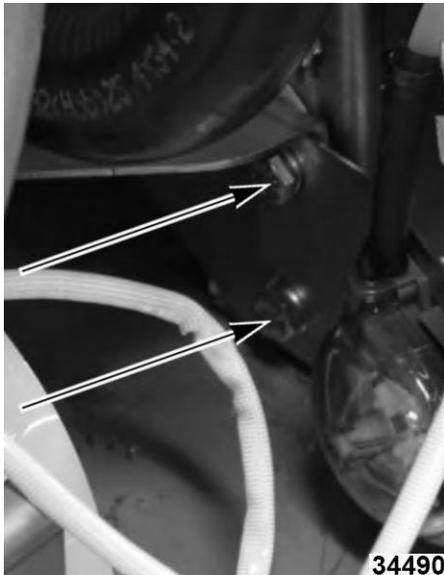

Fig. 89
6. Retire los tornillos que sujetan el soporte (Fig. 89).